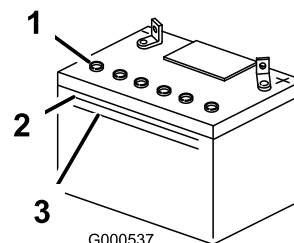

Figura 39
3. Examine a parte lateral da bateria. O eletrólito tem de estar ao nível da linha **superior** (Figura 39). Não deixe que o nível de eletrólito desça abaixo da linha Inferior (Figura 39).
5. Retire as tampas de ventilação da bateria (Figura 39).
6. Encha devagar cada célula da bateria com água destilada até que o nível de eletrólito atinja o nível da linha Superior (Figura 39) na caixa da bateria.
7. Aguarde cerca de 5 a 10 minutos após encher as células da bateria. Adicione água destilada, se necessário, até que o nível de eletrólito atinja a linha Superior (Figura 39) na caixa da bateria.